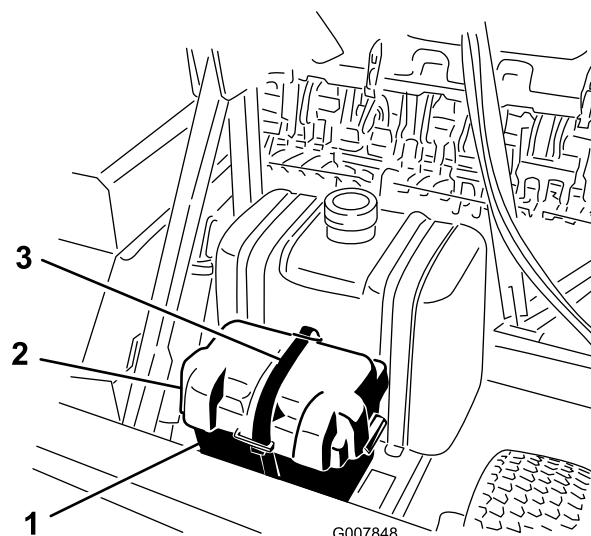

Figure 3
2. Détachez la sangle qui retient le couvercle de batterie sur le compartiment de batterie (Figure 3).